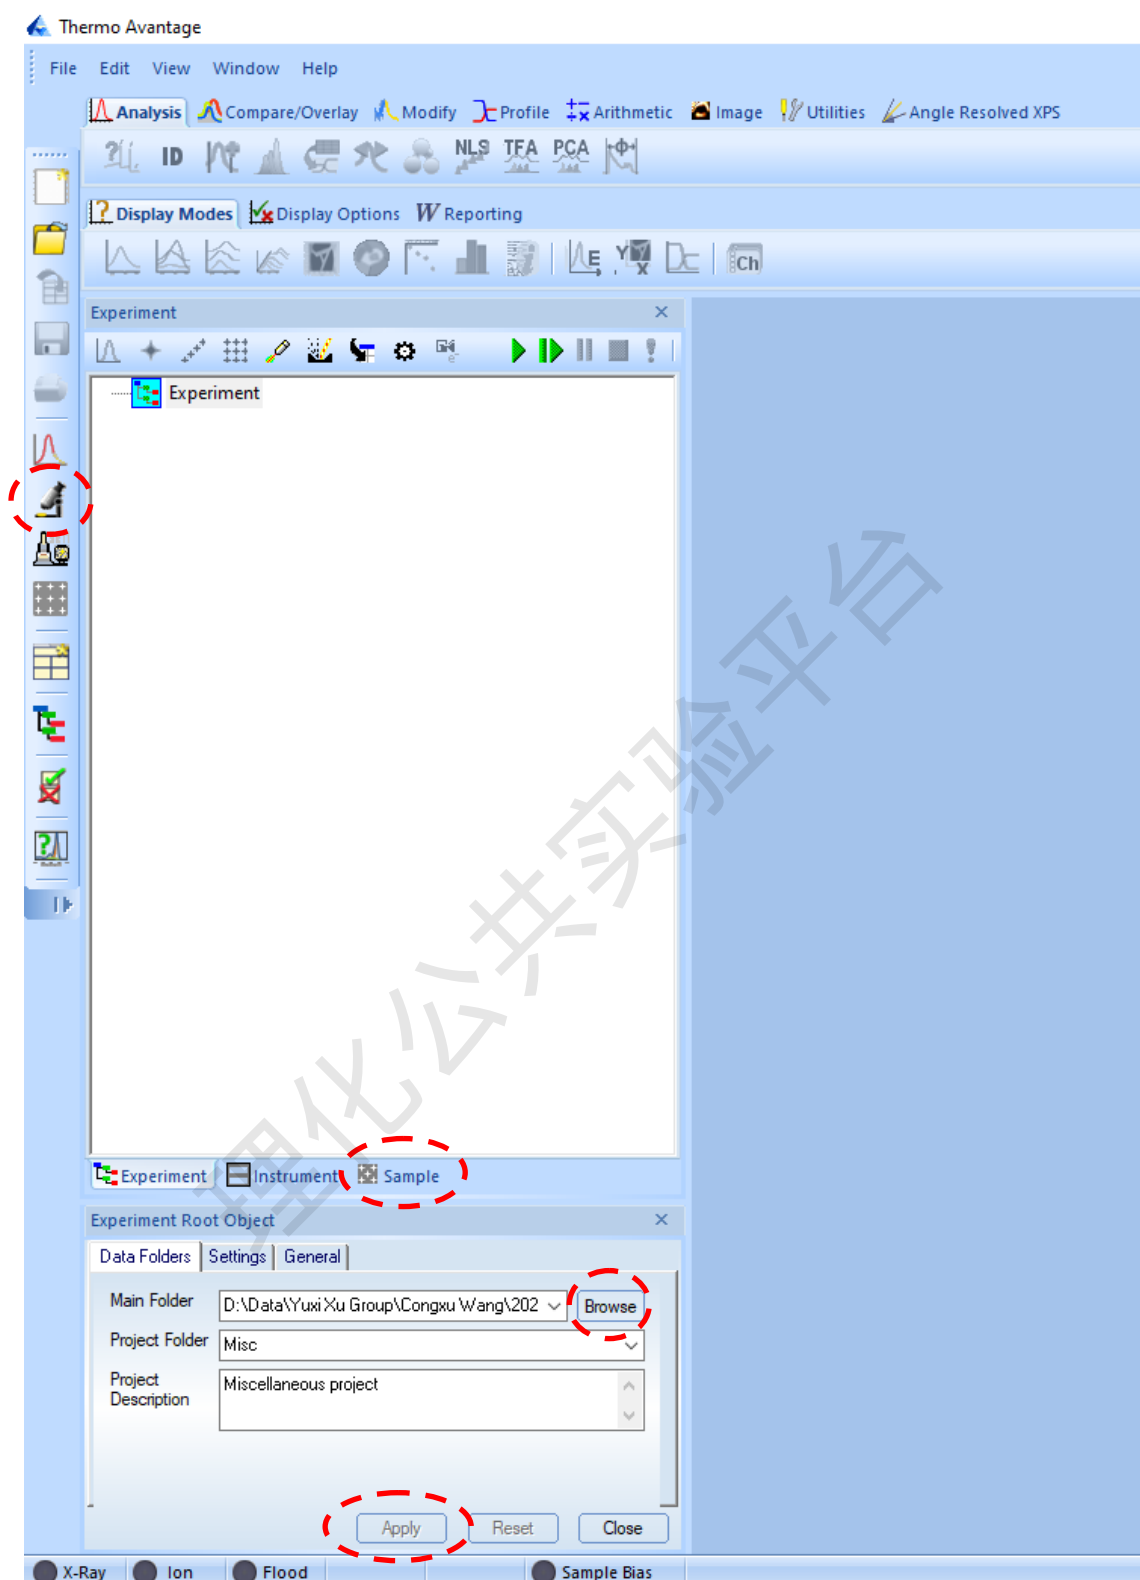

图 10 Avantage 软件初始界面
(1) 点击图标打开软件 Avantage
(2) 在软件初始界面 (图 10) 中, 点击“Browse”选择文件存档位置;
(3) 选择后点击“Apply”;
(4) 在图 10 中, 选择“Sample”选项卡, 并点击左侧显微镜图标;